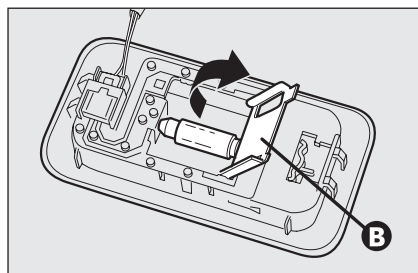

fig. 43
- ☐ aprire il coperchio di protezione **B-fig. 43** e sostituire la lampada svincolandola dai contatti laterali accertandosi che la nuova lampada risulti correttamente bloccata tra i contatti stessi;